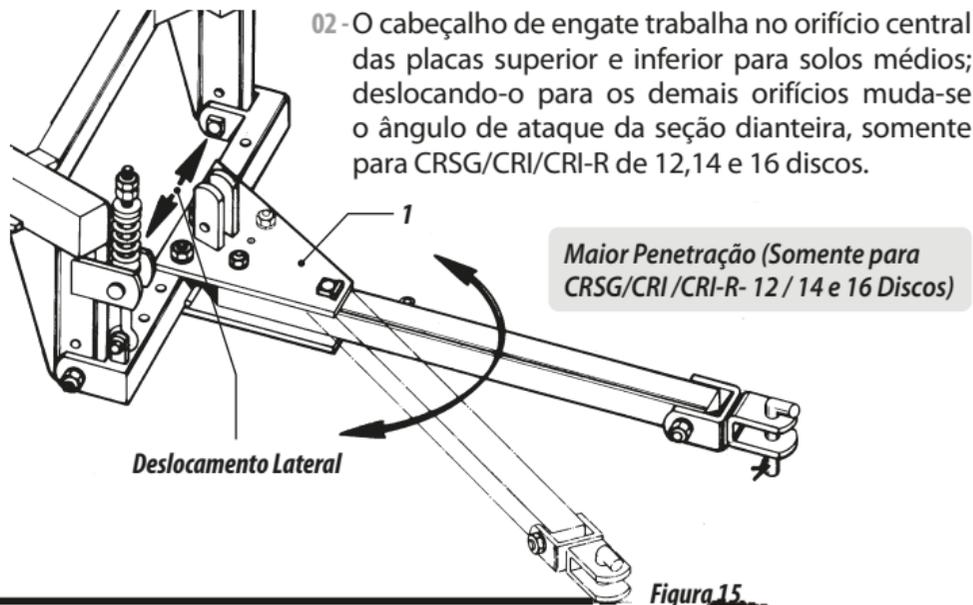

Figura 15
- 01 - Este deslocamento deve ser regulado quando a grade não estiver dando um perfeito acabamento, isto é, deixando rastro do trator. A grade deve trabalhar centralizada com a linha de tração do trator, para tal, desloque as placas superior e inferior item 1 figura 15 do cabeçalho para a direita ou esquerda conforme figura 15.